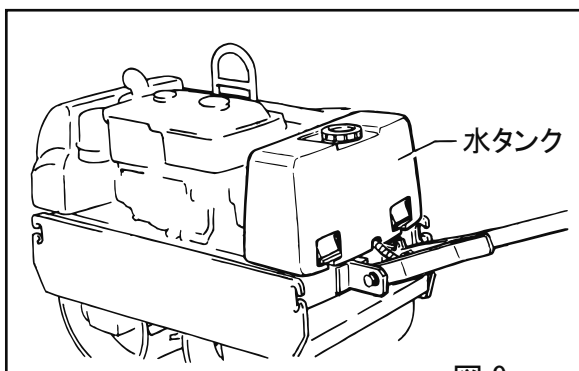

図 9
- 散水作業をするときは、後方の水タンクに水を入れてください。（図9）